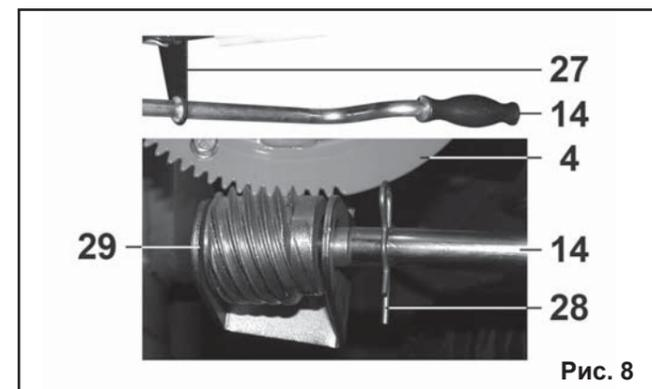

Рис. 8
**6.5. Установка рычага поворота желоба (рис. 8).**